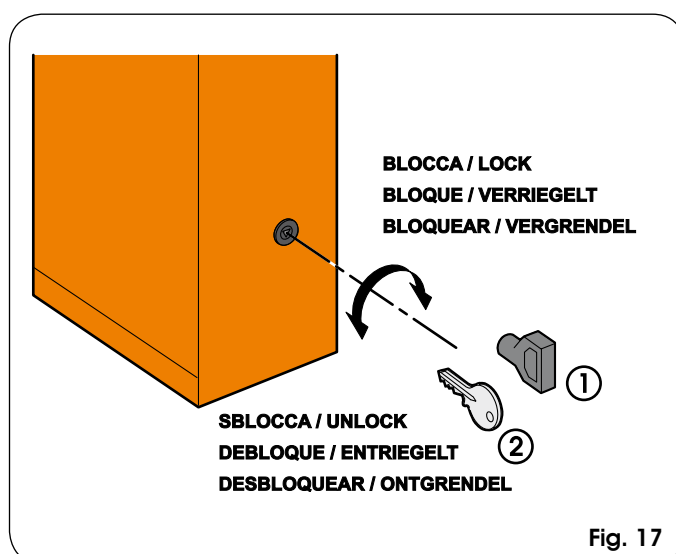

Fig. 17
La clé de déverrouillage fournie peut être triangulaire (Fig. 17 réf. ①) ou personnalisée (Fig. 17 réf. ② en option).
- Introduire la clé de déverrouillage dans la serrure et tourner la clé d'un tour complet **en sens inverse horaire** d'après la figure 17.
- tourner la clé **en sens horaire** jusqu'à l'arrêt et l'extraire (fig. 17 réf. ①).
- tourner la clé **en sens horaire** jusqu'au point où l'extraction est possible. (fig. 17 réf. ②).